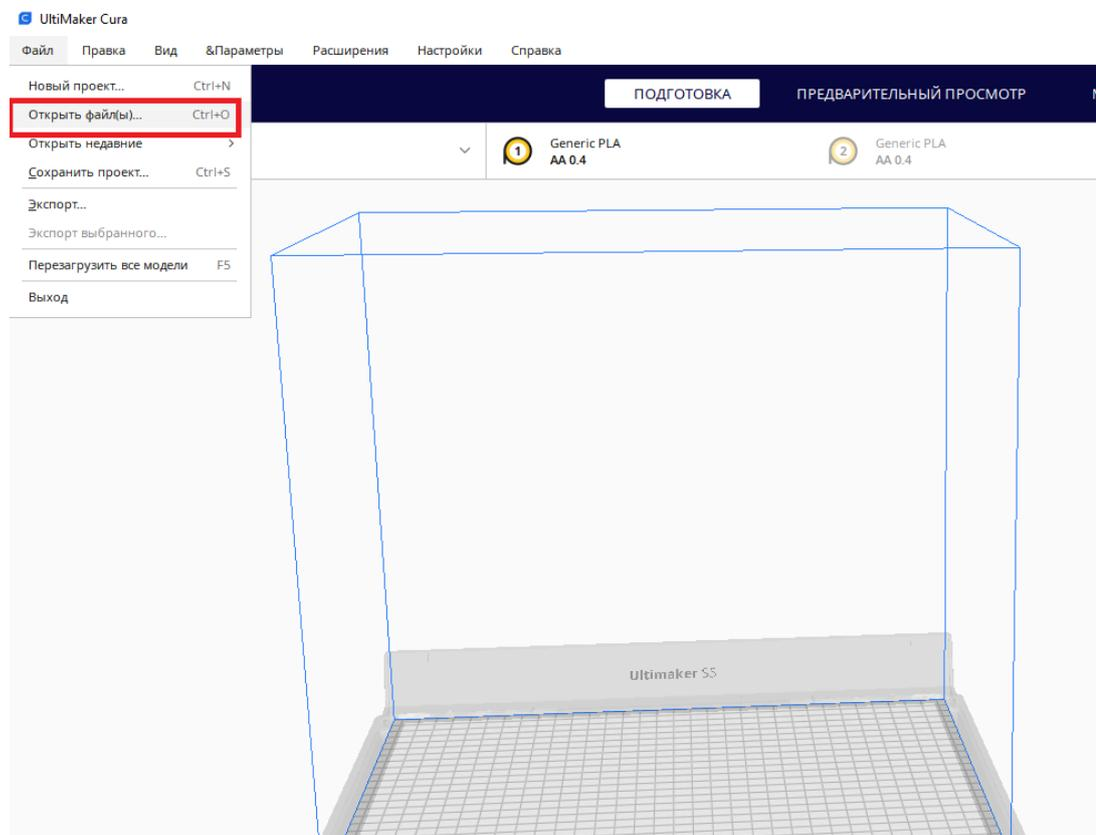

Рис. 122
2. Открываем файл с нашей моделью (рис. 122) в формате *.stl.